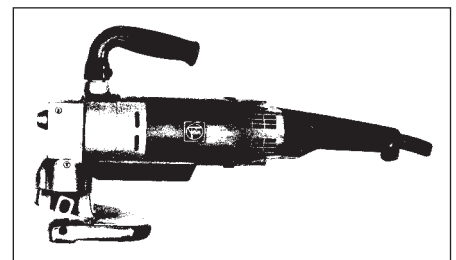

Bild 15
- eine Elektroblechschere (Bild 15),